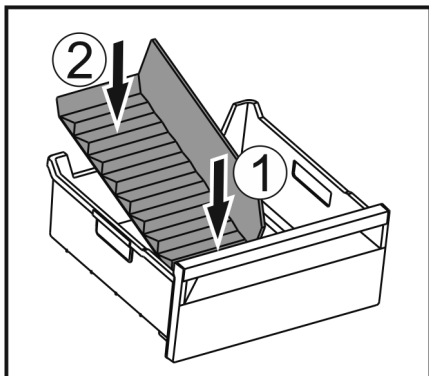

Fig. 146
- Sæt den forreste del af frostrumsadskilleren i. Fig. 146 (1)
- Sæt den bageste del af frostrumsadskilleren ned i skuffebunden. Fig. 146 (2)